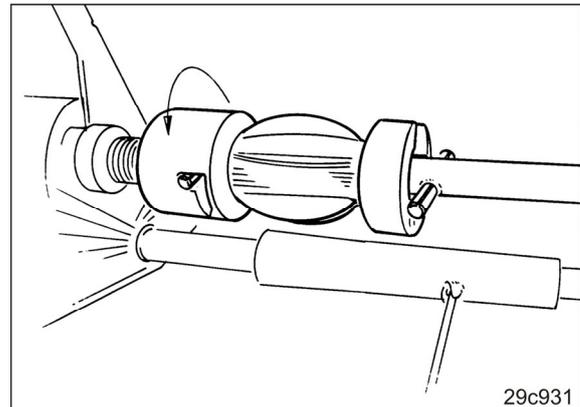

Fig. 199
3. Säwellenhälfte links deaktivieren (Fig. 199)